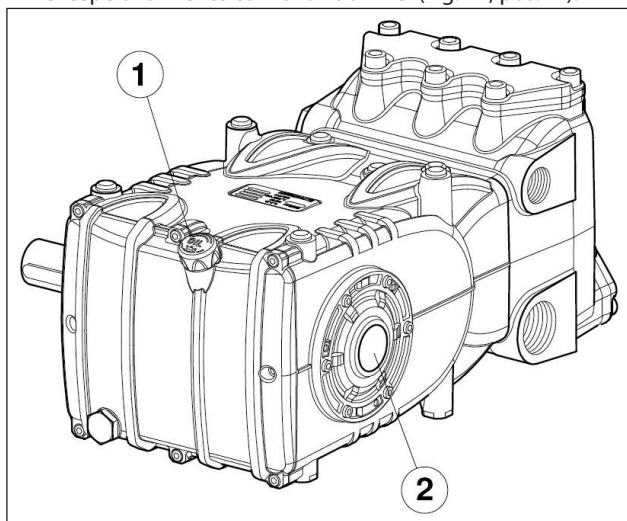

Fig. 14
5. O óleo no carter da bomba esteja no nível, verificando-o com a vareta adequada (Fig. 14, pos. ① e, excepcionalmente com a luz do nível (Fig. 14, pos. ②).